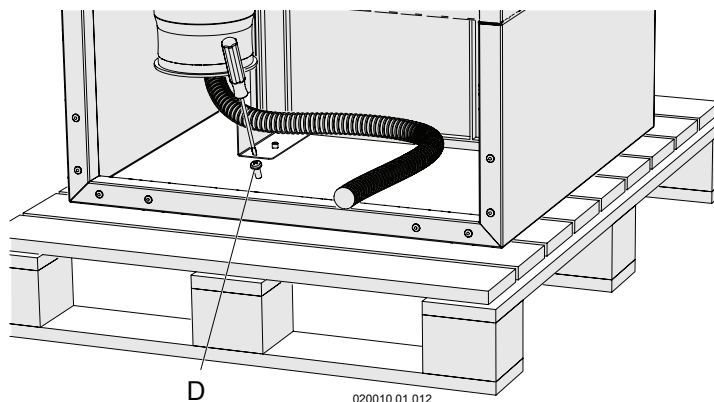

Figura 6-3 - Rimozione del bancale
- 3.-rimuovere la vite "D" lato retro apparecchio (Figura 6-3);